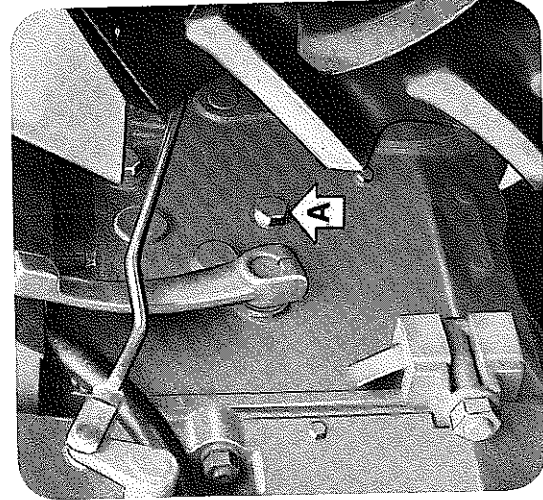

Fig. 23
- Bouchon de contrôle A fig. 23; l'huile doit affleurer le bord inférieur du trou du bouchon A.
- Checking plug A - Fig. 23 - Oil should reach the lower edge of the plug B hole.
- Ölstandschräube A Abb. 23. Das Ölniveau muss am unteren Rand der Ölstandschräube A liegen.